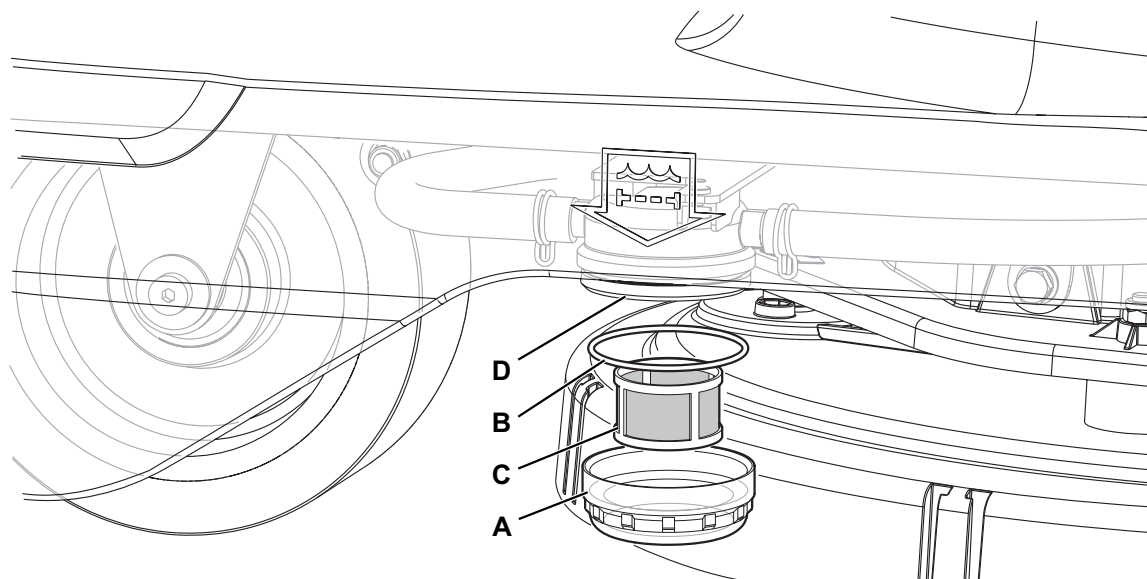

Figure 10
2. S'assurer que la machine est éteinte avec la clé opérateur (41) en position « O ».
3. Fermer le robinet de la solution détergente (9). Le robinet est fermé quand il se trouve dans la position (9-B) et ouvert quand il se trouve dans la position (9-A).
4. Dévisser le petit glas transparent (A, Fig. 10), récupérer le joint d'étanchéité (B), puis retirer le filet filtrant (C). Les laver et les rincer avec de l'eau, puis les réinstaller soigneusement sur le support filtre (D).